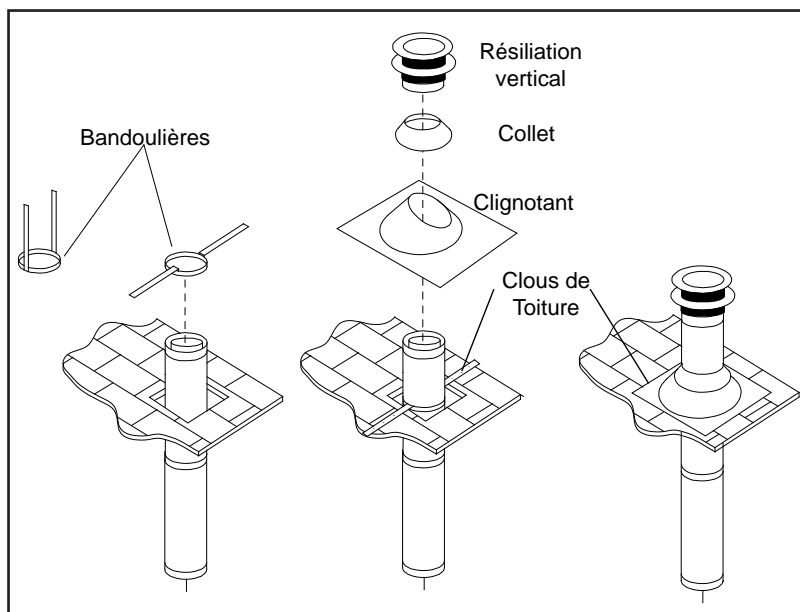

Figure 44: Terminaison de ventilation verticale
**Étape 3.** Pour installer le boîtier de support rond/dé à coudre mural dans un plafond plat, découpez un trou carré de 10 pouces (25,4 cm) dans le plafond, centré dans le trou percé à l'étape 2. Encadrez le trou comme indiqué dans la figure 44.
**ÉTAPE 6.** Une fois les sections de tuyau assemblées et passées dans le trou du toit, glissez une sangle coudée sur les sections exposées, pliez les sangles de support vers l'extérieur et poussez la sangle coudée vers le bas jusqu'au niveau du toit, comme illustré à la figure 44. Serrez la pince autour de la section de tuyau. Utilisez un niveau pour vous assurer que le tuyau est bien vertical. Avec des clous de toiture, fixez les sangles de support au toit. Scellez les têtes des trous des clous avec du mastic non durcissant. Coupez la longueur excédentaire des sangles de support qui dépassent du bord du solin.